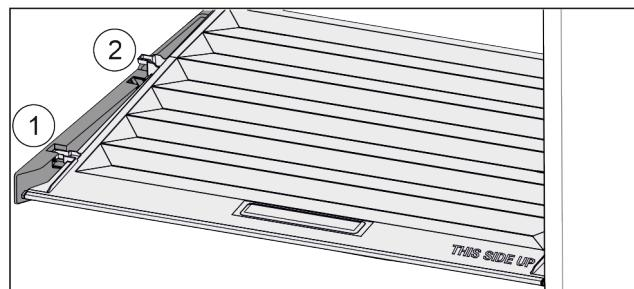

Fig. 152
- Pokrov povlecite naprej Fig. 152 (1) do odprtine v držalnih delih.
- Zadaj ga od spodaj dvignite in odstranite Fig. 152 (2) navzgor.